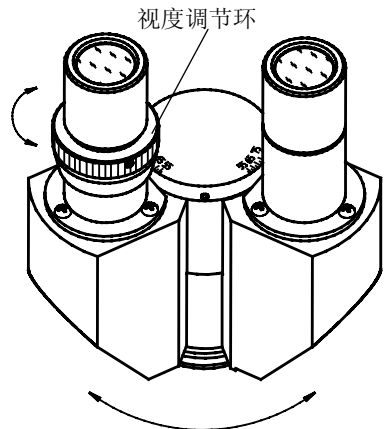

图 5
- 1) **视度调节** 通过位于左目筒上的视度调节环，可以修正不同使用者双眼视度的个体差异，见图 5。利用 40X 的物镜，单独用右眼观察样本，调焦至成像清晰。然后用左眼观察，慢慢调节视度调节环使左眼也能观察到清晰的像。
- 2) **适当的瞳距**能带来舒适的观察效果。瞳距的调节通过铰链式的双目镜筒“折叠”来实现，参照图 5。